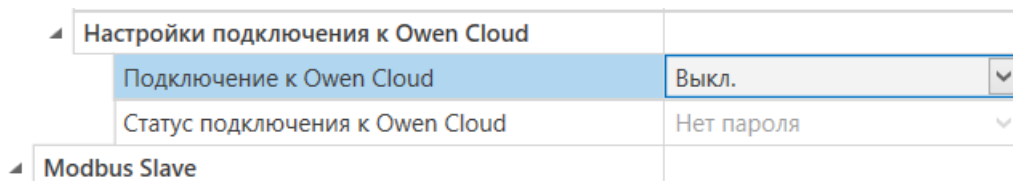

Рисунок 7.3 – Настройка автоматического подключения к облачному сервису
2. Задать значение «Вкл.» в параметре «Подключение к OwenCloud» (рисунок 7.3).